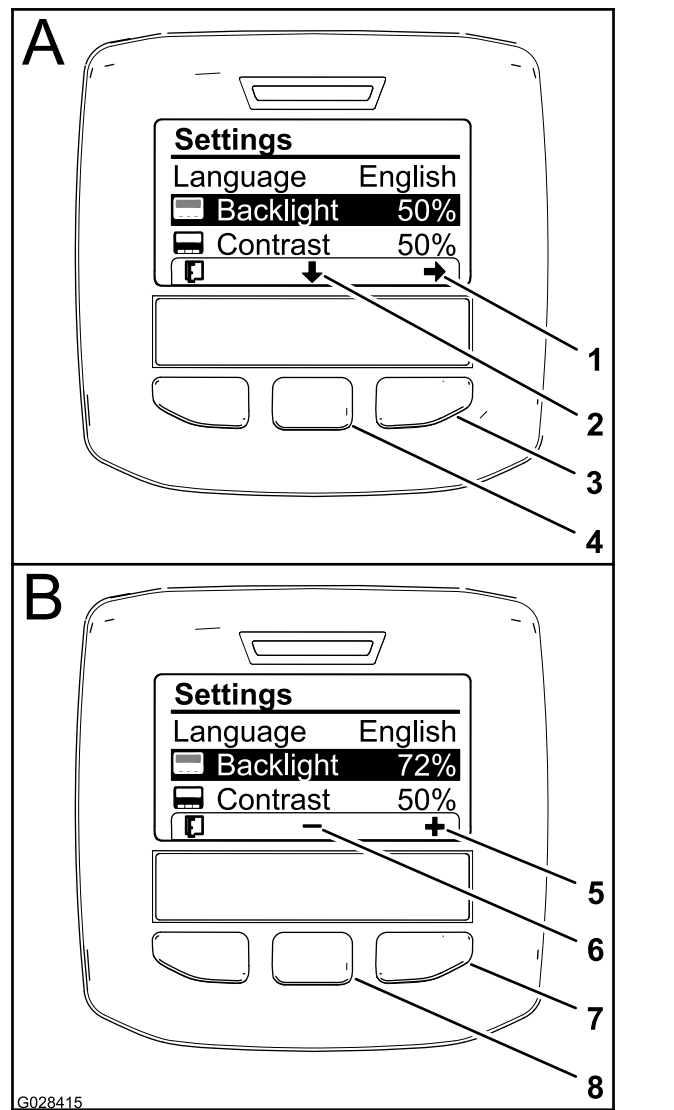

図 10
- バックライトやコントラストを調整するには、中央ボタン画面上で下向きの矢印の下にあるボタンを押し画面を下にスクロールして Backlight または Contrast という選択肢を出す 図 10。
2. 右ボタンを押すと数値の変更ができるようになる 図 10。
3. 中央ボタンと右ボタンとを使って表示画面の明るさまたはコントラストを調整する 図 10。
4. 左側選択ボタンを押すと現在の選択が保存される 図 10。